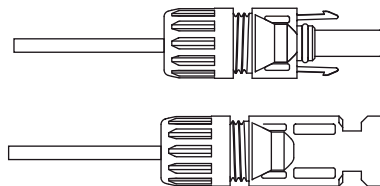

Figura 5.5 Conector com Porca Aparafusada
- c) Insira o pino de contato na parte superior do conector e aperte a porca cega na parte superior parte do conector. (conforme mostrado na figura 5.5).